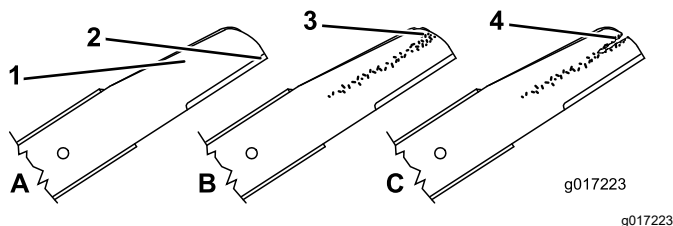

Figura 34
1. Inspeccione los filos de corte (Figura 34). Si los filos de corte no están afilados o tienen muescas, retire las cuchillas y haga que las afilen o cámbielas.
2. Inspeccione las cuchillas, especialmente la parte curva (Figura 34). Si observa cualquier daño o desgaste, o la formación de una ranura en esta zona, cambie las cuchillas inmediatamente por cuchillas nuevas.